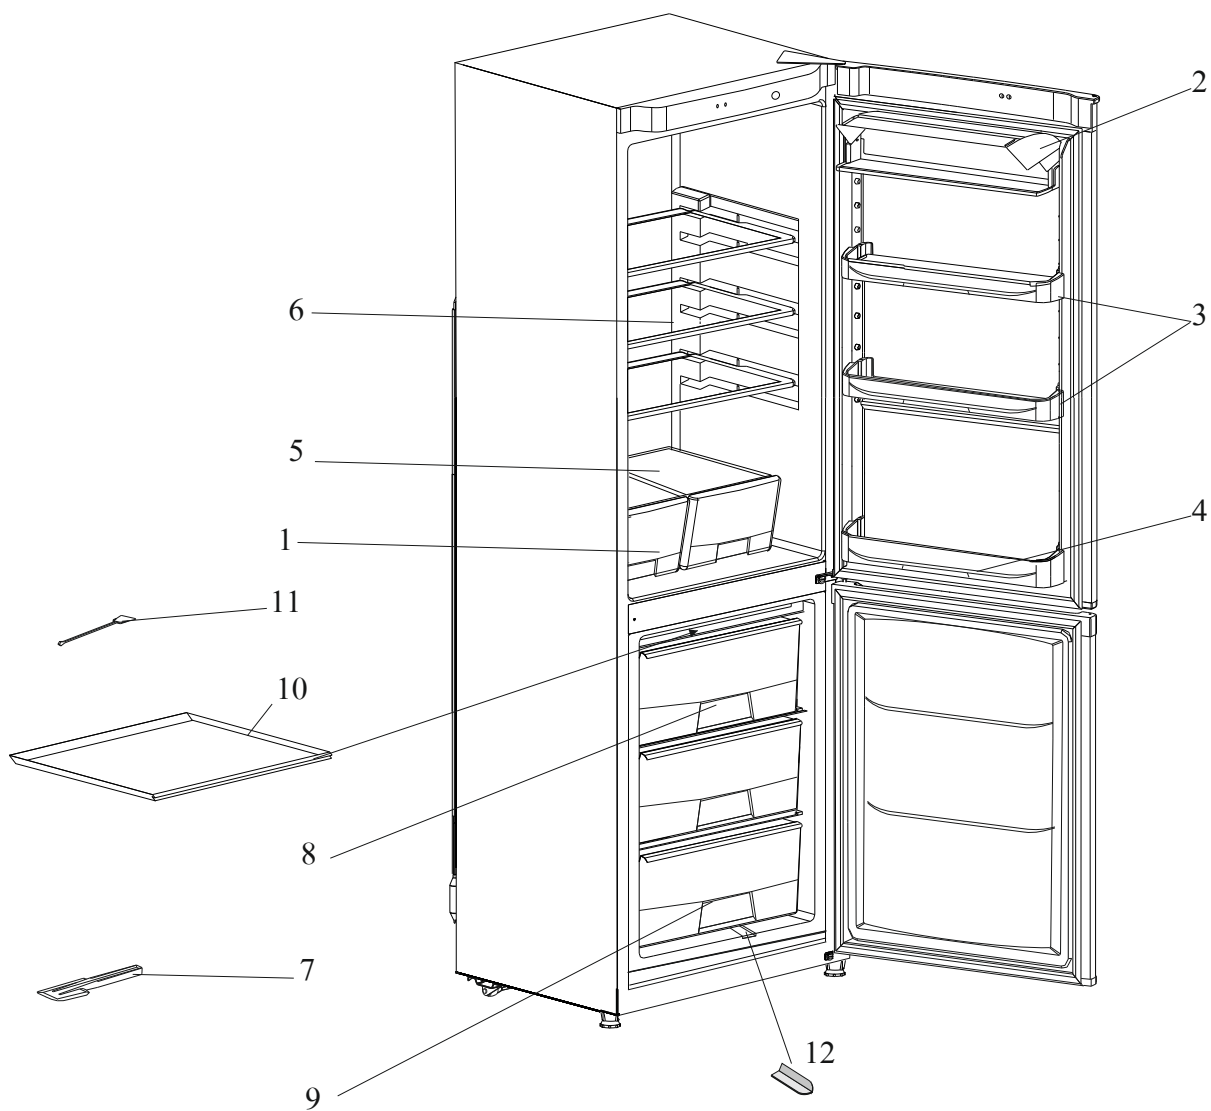

Рис. 1 Схема расположения отделений холодильника и его комплектующих
-установить лоток 14 (рис.1) в специальный паз на дне морозильной камеры, направив его в любой сосуд, предварительно установленный на полу.
При образовании незначительного снегового покрова на внутренних поверхностях морозильной камеры его можно удалить с помощью лопатки (рис.1), не приурочивая это ко времени оттаивания морозильной камеры.